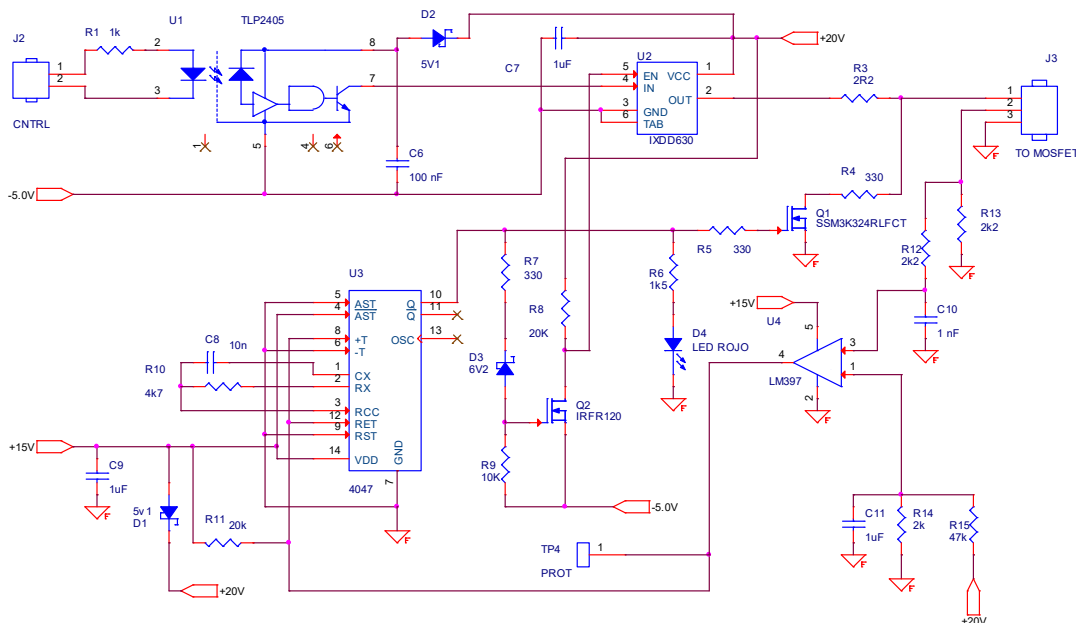

Fig.1 Circuito de control con protección de corriente.
- Limitar el d_i/d_t durante el apagado del transistor. El pico de voltaje es proporcional a la velocidad de caída de la corriente, esto es importante sobre todo en condiciones de sobrecarga y cortocircuito. El circuito de control y protección debe ser capaz de garantizar un apagado lento del transistor bajo estas condiciones anómalas, bajo las cuales la red Snubber pierde su efectividad. Esto requiere de la presencia de un Driver de compuerta con tres estados como el mostrado en fig1.